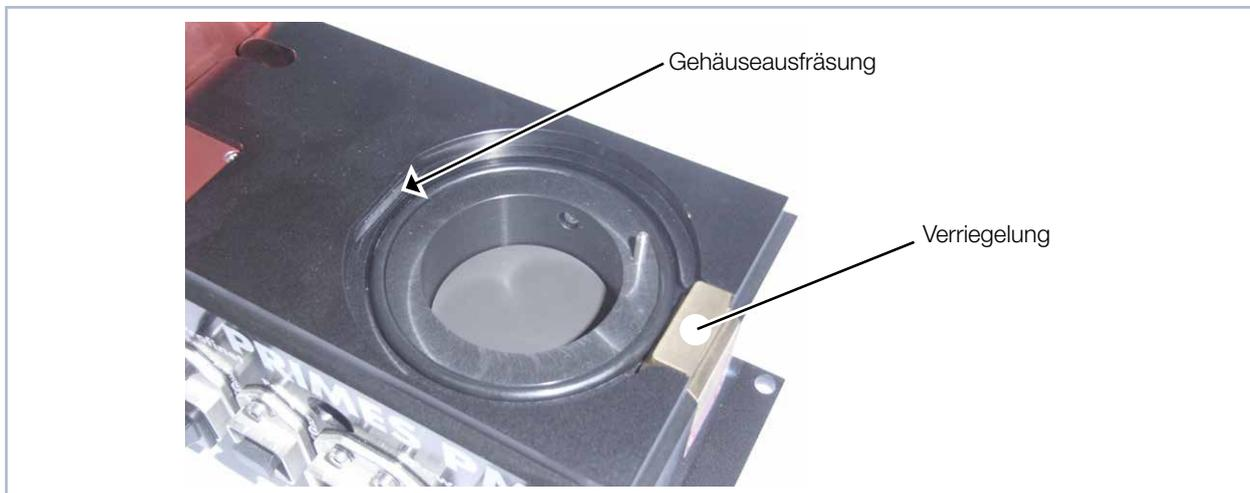

Abb. 15.4: Gehäuseaufnahme für die Wechselkassette
1. Setzen Sie die neue Wechselkassette (mit dem Dichtring nach oben zeigend) schräg in die seitliche Gehäuseausfräsung ein (siehe Abb. 15.4 auf Seite 69).